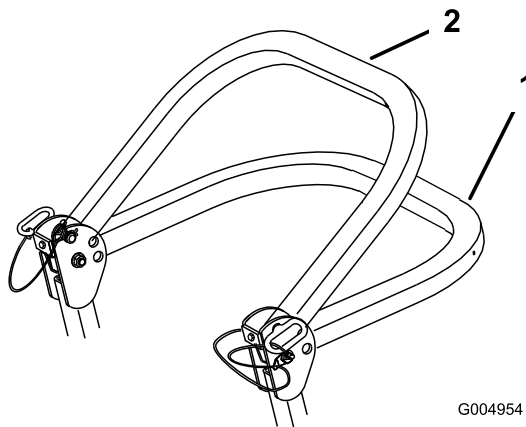

Figura 6
2. Baixe por completo a barra de segurança (Figura 6).
Nota: Há 2 posições em baixo; consulte Figura 6.